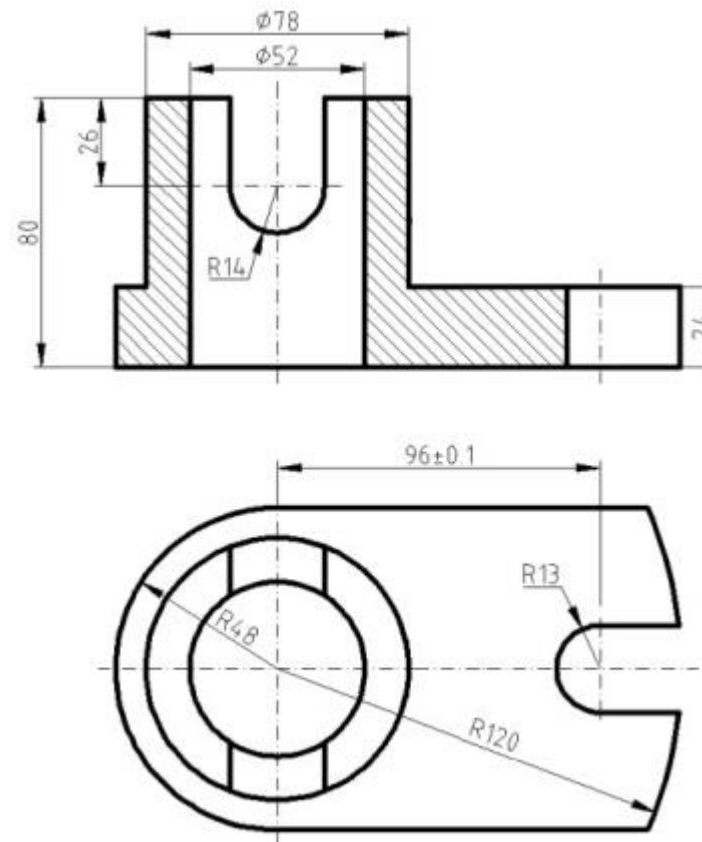

图 5
4. 按照 1:1 的比例抄画图 5（包括尺寸标注），将对象分别放置在相应图层中，中心线超出边界 3-5mm。